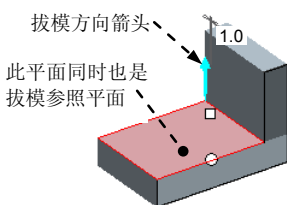

图 5.15.5 拔模参照平面
Step5. 选取拔模方向参照及改变拔模方向。一般情况下不进行此步操作, 因为在用户选取拔模枢轴平面后, 系统通常默认以枢轴平面为拔模参照平面 (图 5.15.5); 如果要重新选取拔模参照, 如选取图 5.15.6 所示的模型表面为拔模参照平面, 则可进行如下操作。